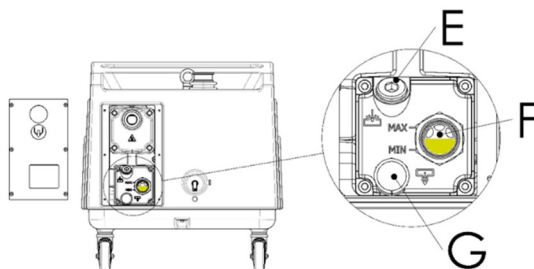
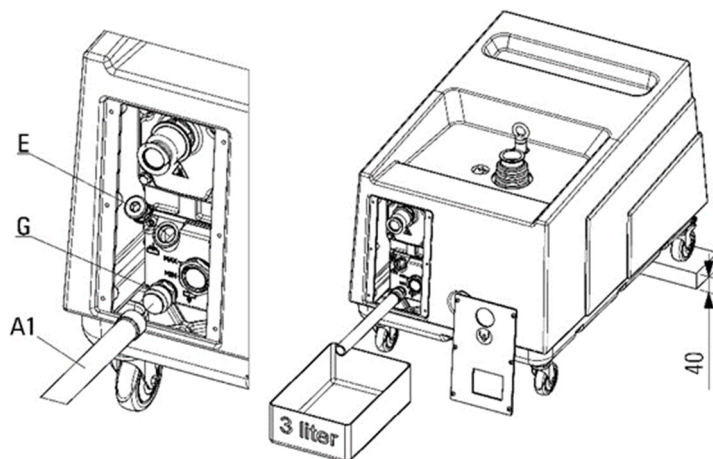

Abbildung 32
Abbildung 33
Drehen Sie den Stöpsel (E) und den Stöpsel auf dem Ausgang (G) erst ab (Abbildung 32), nachdem Sie unter dem Tank einen nach Form und Größe passenden Behälter platziert haben, der das ganze Öl aus der Pumpe aufnehmen kann (siehe Abbildung 33).